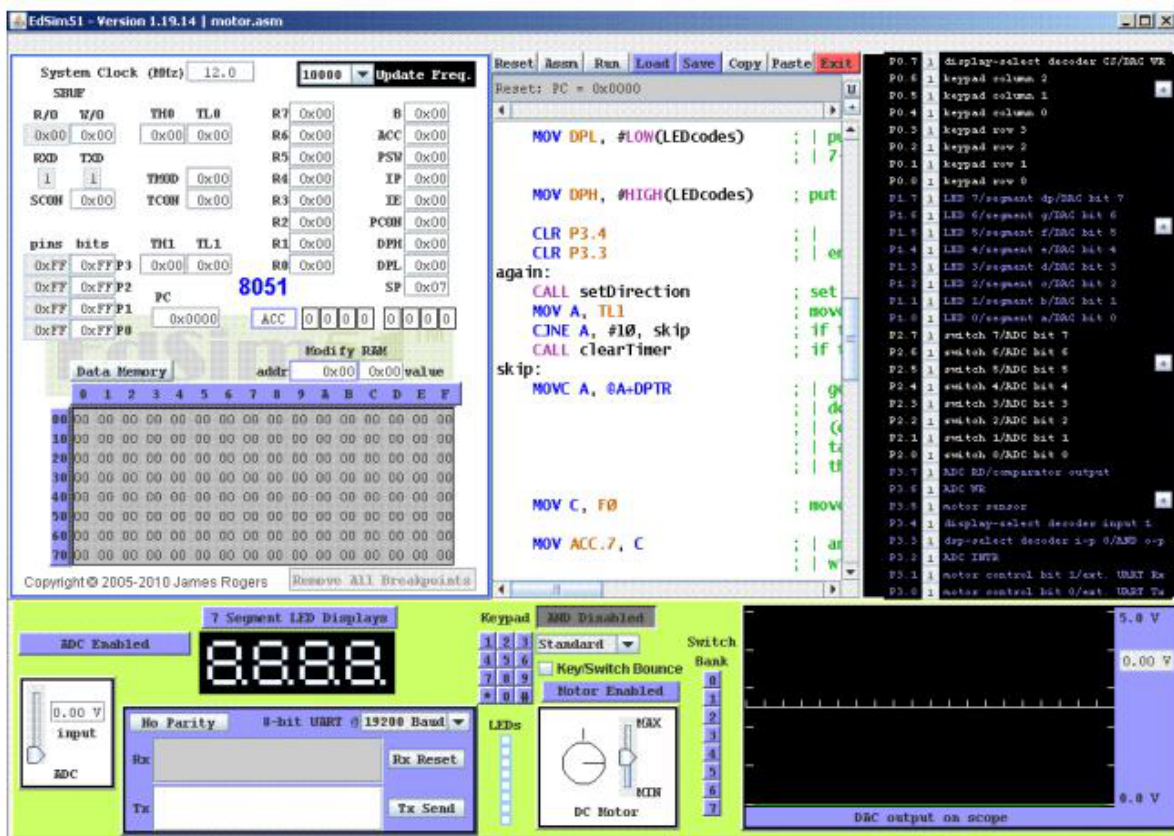

Рис. 1. Інтерфейс програмного симулятора EdSim51
4.1.1. Відкрити інтерфейс симулятора, двічі клацнувши клавішею миші на архівованому файлі «EdSim51.jar». Відкриється інтерфейс програмного симулятора, зображений на рис.1.
- набору команд програми з клавіатури. Для цього курсор встановлюється в верхній частині панелі і вводиться програма по одній команді в рядку (при потребі, з міткою та коментарем) (див. рис.1);
4.1.2. Перед виконанням програми необхідно натиснути кнопку “Assm” панелі для асемблювання програми. Після цього, якщо команда записана невірно, в рядку під верхнім рядом кнопок панелі (на рис.1 виділений сірим кольором) з'явиться повідомлення про помилку, а колір рядка зміниться на червоний. Червоним кольором буде виділена також невірно написана команда.